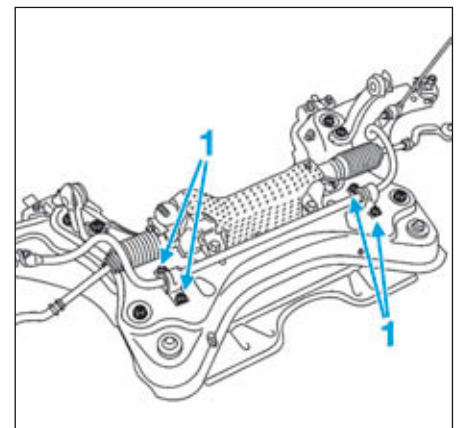

FIG.4
- les vis de fixation (1) de la barre stabilisatrice (Fig.4).